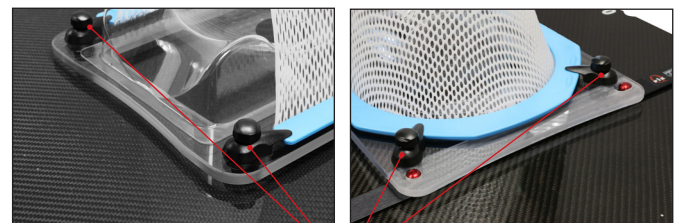

Figure 4
2. Fixer le masque à l'aide des verrous pivotants du panneau de tête (Figure 4).